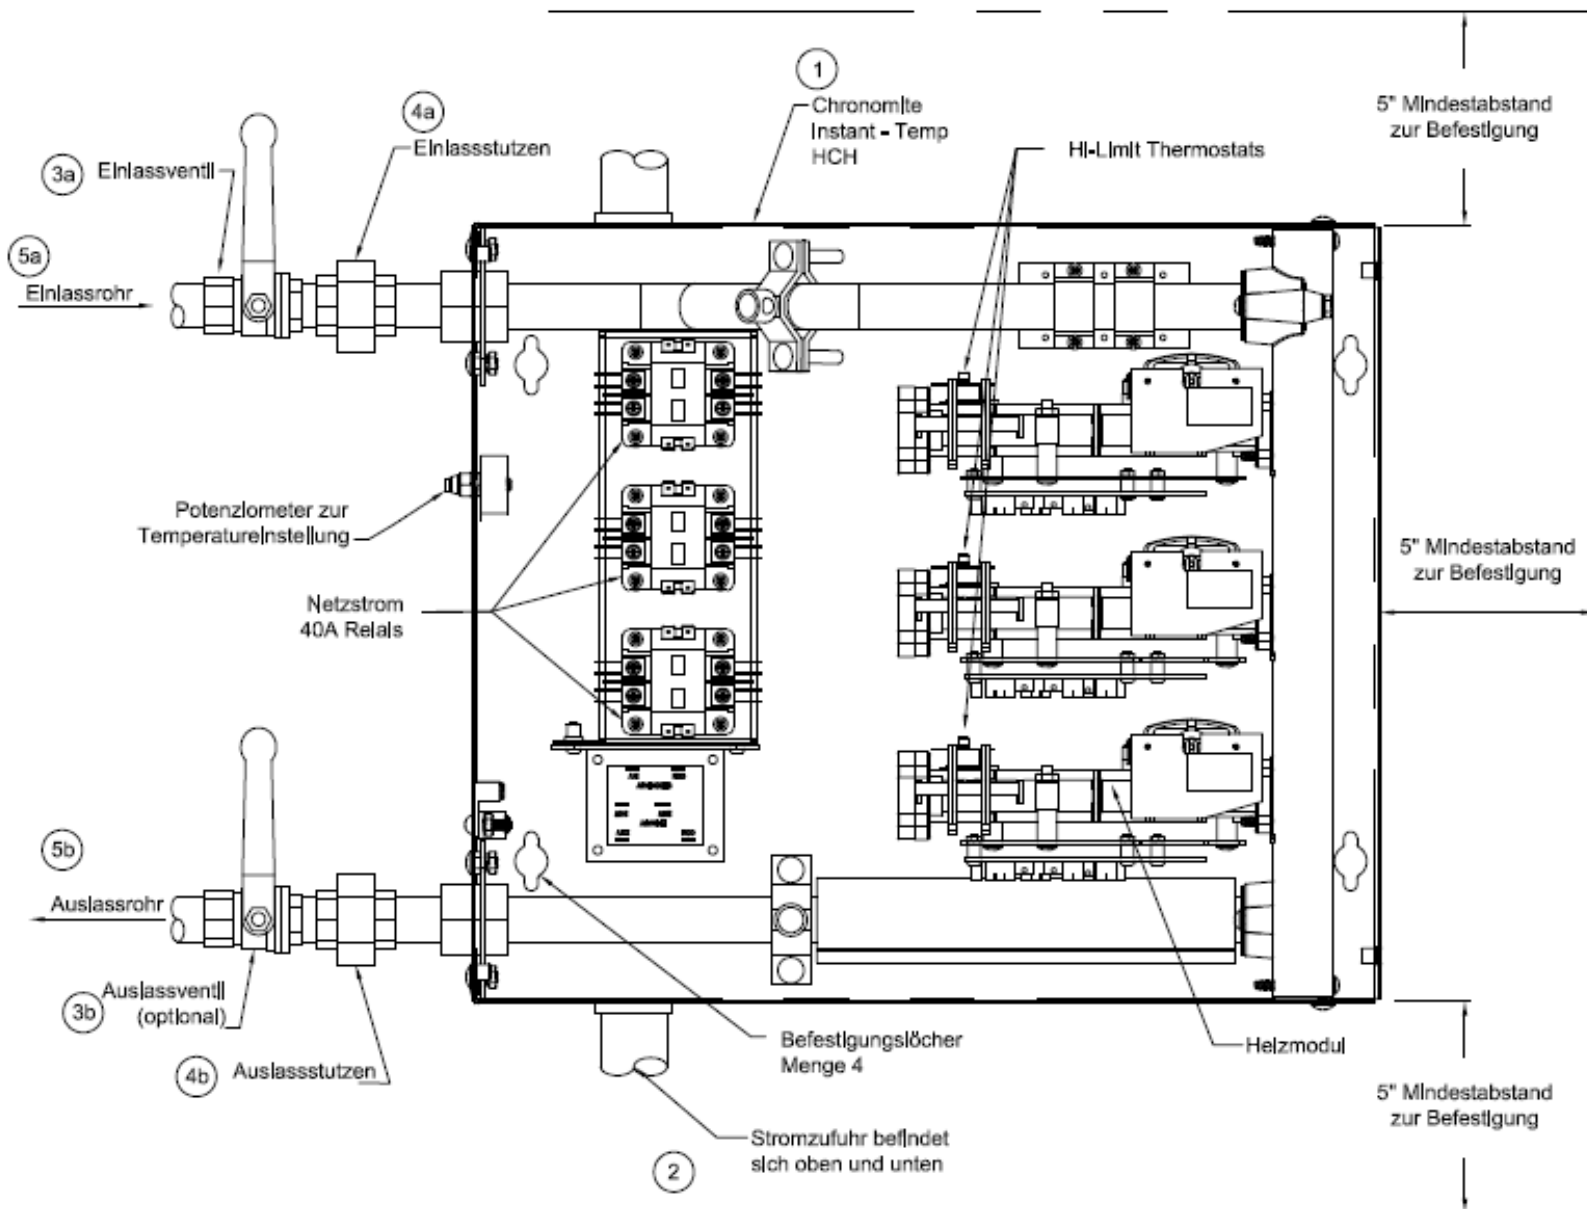

ABBILDUNG 1 – Installation des Heizgeräts
2. Abdeckung des Heizgeräts entfernen. Das Gerät horizontal bündig an der Wand montieren (siehe Abb. 1). Die Wasseranschlüsse befinden sich nur auf der rechten oder linken Seite. Wenn sich die Wasseranschlüsse oben oder unten befinden, ist das Heizgerät nicht in der korrekten Position. Mit vier Schrauben durch die Befestigungslöcher am Gehäuse der Grundplatte mit Molly-Dübeln oder Halterungen montieren. **VORSICHT:** Die Heizelemente können durchbrennen, wenn das Gerät nicht mit horizontal ausgerichteten Heizmodulen montiert wird.
3. Achten Sie darauf, dass die Anordnung des Heizgeräts 5"/12,7 cm Abstand für den Zugang mit einem Schraubendreher zu den verbleibenden 3 Seiten des Geräts lässt, um die Abdeckung entfernen und bei Bedarf zukünftige Wartungsarbeiten durchführen zu können. (Siehe Abb. 1)
5. Die Rohrleitung anschließen. Verwenden Sie ¾-Zoll konisches nationales Rohrgewinde am Kaltwassereinlass und Warmwasserauslass (siehe Abb. 1). Stutzen und Ventil(e) verwenden, um die Installation und mögliche Wartungsarbeiten zu vereinfachen. Teflonband oder Rohrdichtmasse verwenden. Auf diese Beschläge keine Hitze anwenden, da dies die Heizmodule beschädigt und die Garantie erlischt. Die Rohrleitung mit eingebautem Heizgerät etwas aufrauen und das Gerät während des Lötens der Anschlüsse entfernen.
| 1 | ER- | Chronomite Instant-Temp HCH | 1 | Siehe Abbildung 1 |
1. **Prüfen der Flussrate** – Die Kontrolle der Flussrate ist entscheidend, um den korrekten Temperaturanstieg und die Aktivierung des Heizgeräts sicherzustellen. Prüfen Sie das Modell hinsichtlich Aktivierungstyp (L), (S) und (H) und beziehen Sie sich für die Aktivierungspunkte des Flussschalters auf Tabelle 2. Alle Relais schalten sich am Aktivierungspunkt simultan ein. Wenn die Relais einschalten, gehen Sie zu Schritt 2.
6. **High-Limit-Thermostat** – Schalten Sie den Strom an allen Sicherungen aus. Entfernen Sie die Abdeckung. Drücken Sie die Rücksteltaste an jedem Modul. Beziehen Sie sich für deren Lage auf Abbildung 1.
11. **Probleme?** – Wenden Sie sich an unsere kostenlose Hotline (800) 447-4962 oder +1 (626) 937-4270.